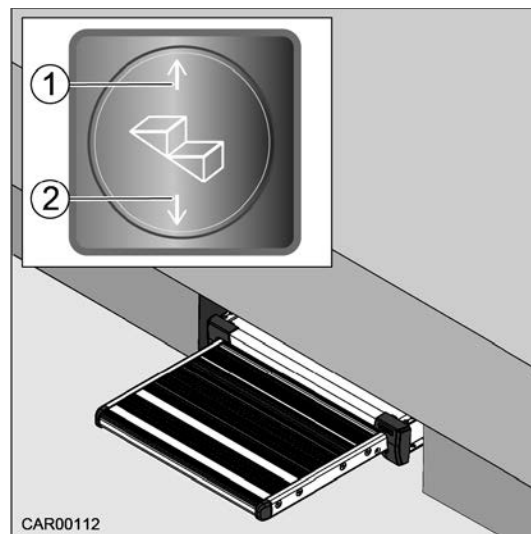

Fig. 12 Marche-pied slide-out
1. Appuyer sur l'interrupteur à bascule (Fig. 12/2) et le marche-pied sort complètement.
1. Appuyer sur l'interrupteur à bascule (Fig. 12/1) et le marche-pied rentre complètement.